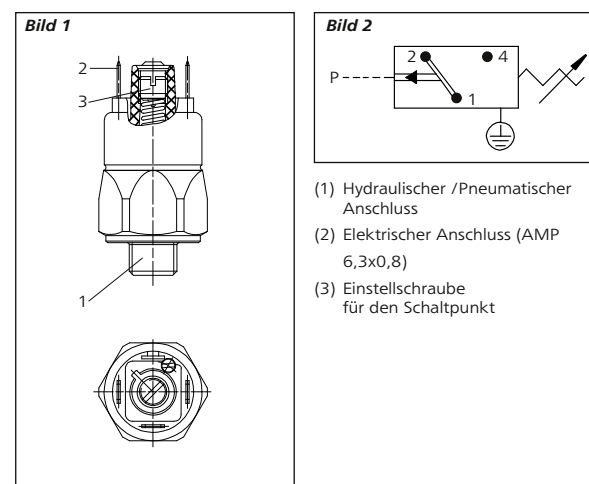

Bild 2
Verkabeln Sie den Drueckschalter gemaeß dem Schaltbild (Bild 2).
1. Verkabeln Sie die elektrischen Anschluel 1 und 4 mit einem Durchgangspruefer (Bild 2).